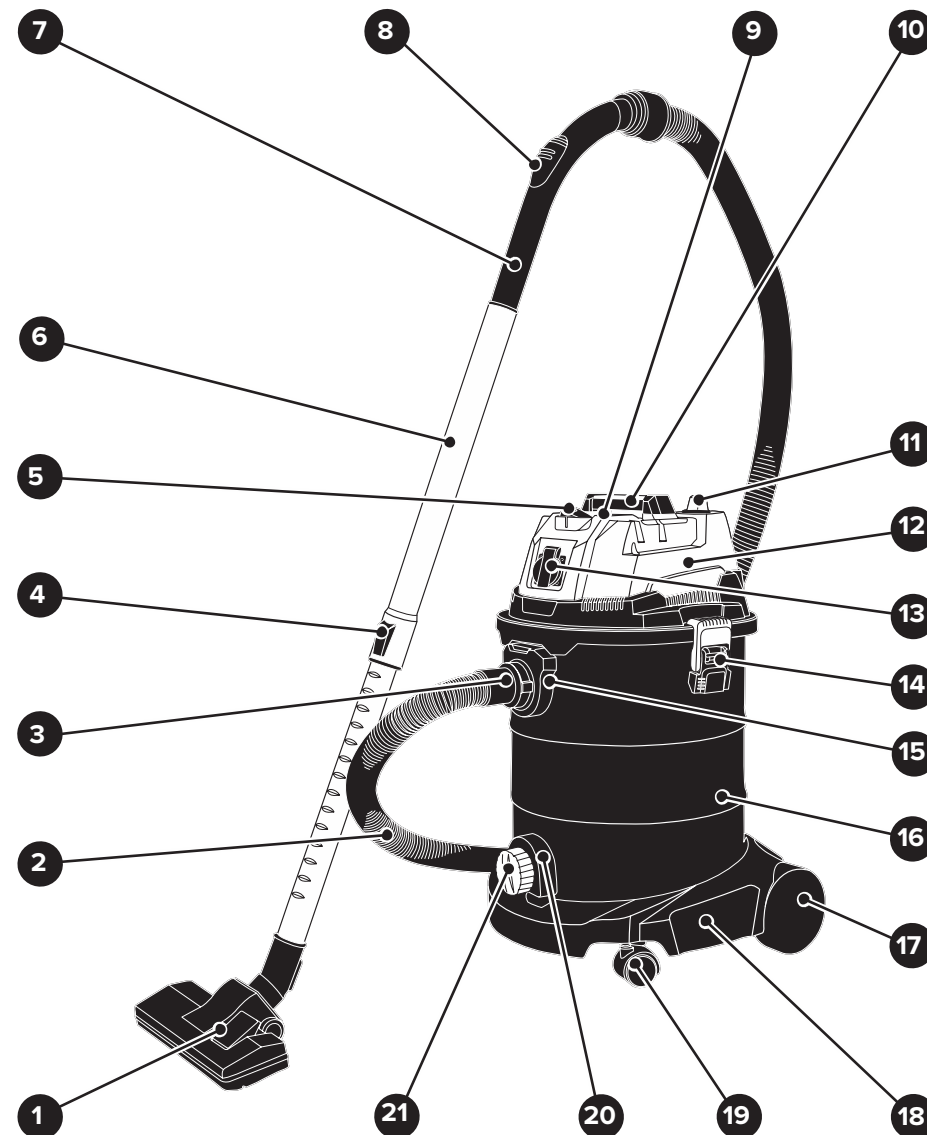

Рисунок 1 — Общий вид пылесоса
- Разблокируйте защелки замков 14 с обеих сторон пылесоса и за ручку 10 снимите блок электродвигателя 12 (см. рис. 1 и схему сборки).
- Снимите фильтр-мешок тканевый (см. рис. 1, схему сборки и табл. 2) с отбортовки бака 16. В случае заполнения фильтр-мешка замените его.
- Насадка и шланг гофрированный 2 должны свободно пропускать всасываемый воздух и воду. Не допускайте засорения насадок мусором. Для очистки фильтра воздушного моющегося HEPA от пыли и грязи, при включенном пылесосе несколько раз нажмите на кнопку 11 (см. рис. 1).
- Проверьте правильность сборки пылесоса (см. рис. 1 и схему сборки).
• Вращательным движением раструб 3 шланга гофрированного 2 установите в выдувное отверстие 9 в верхней части блока электродвигателя 12, и зафиксируйте его (см. рис. 1 и схему сборки).
- Если длины шланга гофрированного 2 недостаточно, например: при уборке потолка и стен, присоедините к патрубку 7 удлинитель телескопический 6 (см. рис. 1), и установите насадку щелевую, или насадку для уборки пола 1, или щетку круглую (см. схему сборки и табл. 2).
- На блоке электродвигателя 12 установлена розетка 13 для подключения электроинструмента (см. рис. 1 и схему сборки).
- После установки соответствующего фильтра, за ручку 10 установите блок электродвигателя 12 на бак 16 (см. рис. 1). С помощью защелок заблокируйте замки 14.
- Вращательным движением раструб 3 шланга гофрированного 2 установите во фланец для подключения 15 (см. рис. 1). Установку произведите так, чтобы замок (выступ) на раструбе 3 вошел в фиксирующий паз фланца для подключения 15.
- **ВНИМАНИЕ!** Перед началом работы с пылесосом внимательно изучите порядок действий с переключателем трехпозиционным 5 (см. рис. 1):
- Пылесос оснащен следующими принадлежностями (см. табл. 2 и рис. 1): шланг гофрированный 2, удлинитель телескопический 6, щелевая насадка, насадка для уборки пола 1, щетка круглая, переходник ступенчатый для подключения к пылеотводящему патрубку электроинструмента и другие детали.
- Далее очищенный воздушный поток проходит через электродвигатель пылесоса и, охлаждая его, выходит через выпускное отверстие 9 (см. схему сборки и рис. 1) в помещение.
- Потяните на себя защелки замков 14 с обеих сторон бака 16 (см. рис. 1 и схему сборки), и откройте замки. За ручку 10 снимите блок электродвигателя 12. Если в баке 16 лежат принадлежности и комплектующие детали пылесоса, то необходимо вынуть их.